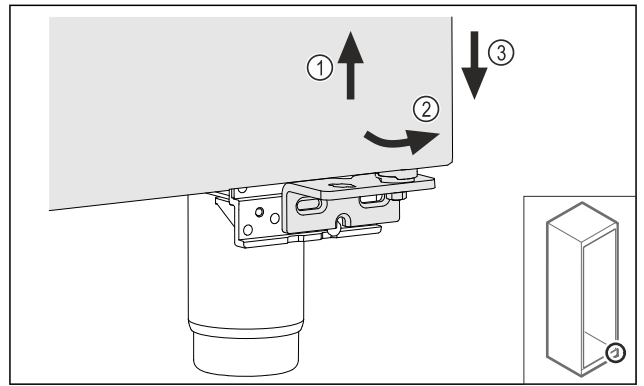

Fig. 20
- ▶ Трохи підніміть двері Fig. 20 (1), нахиліть їх знизу вперед Fig. 20 (2) та опустіть Fig. 20 (3).